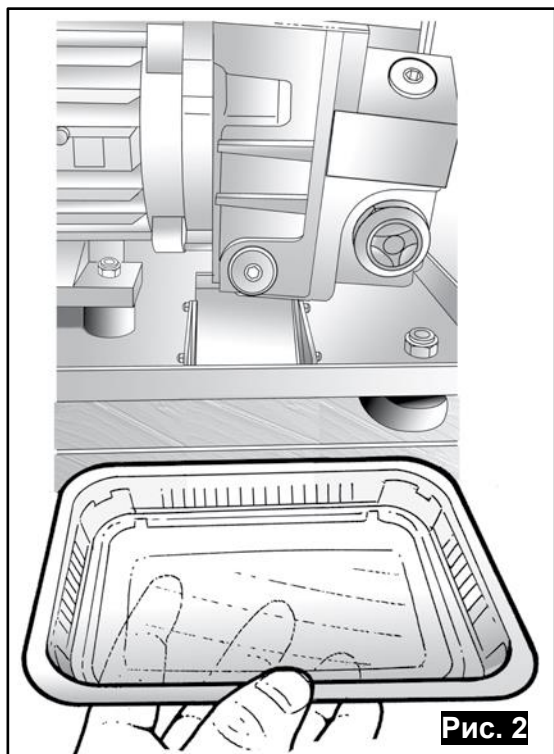

Рис. 2
- 7) Установите достаточно большой контейнер (0,5 л) рядом со сливным отверстием (Рис.2). Тем же ключом снимите заглушку слива и подождите примерно десять минут, пока масло не перетечет в контейнер